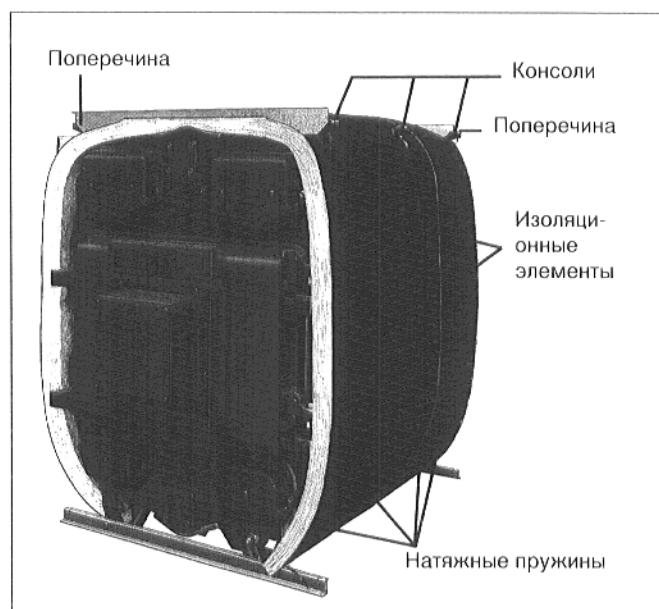

Рис. 37
- После укладки изоляционных элементов на блок котла, соответственно пункту 9.2., необходимо нашупать консоли и надрезать в этих местах изоляционные элементы. Выдавить консоли через надрезанные отверстия изоляционных элементов (рис. 37).
- Привинтить винтами M 8 x 16 длинную поперечину вверху спереди и короткую поперечину вверху сзади к двум концевым элементам. Окантовки должны показывать наружу (рис. 37).